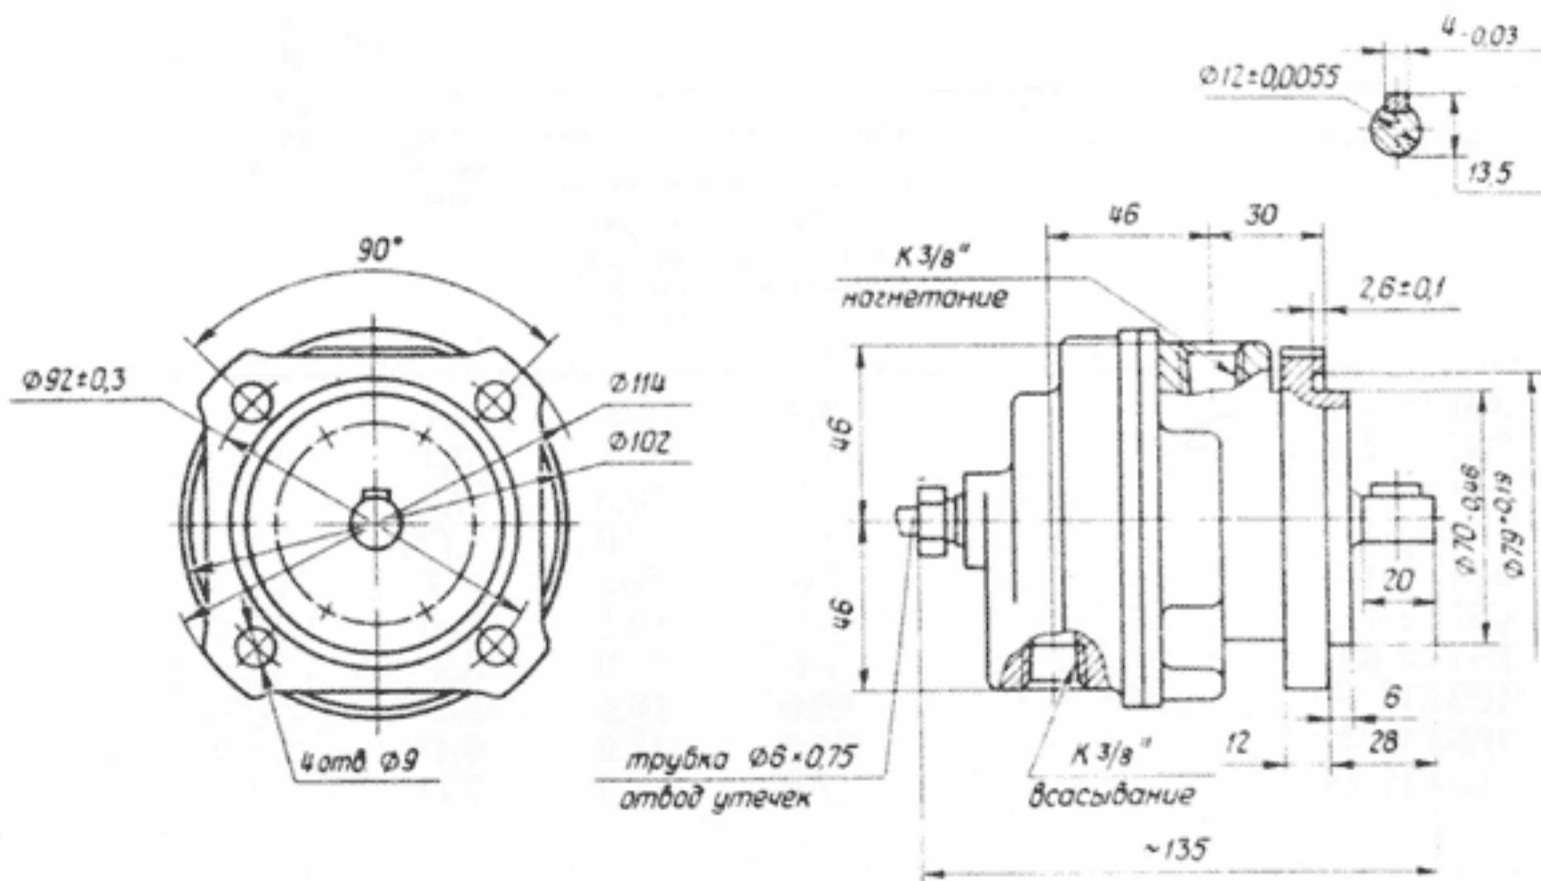

Рис. 1. Габаритные и присоединительные размеры насосов пластинчатых однопоточных типа БГ12-4
2.5. Габаритные и присоединительные размеры насосов приведены на рис. 1 и 2.